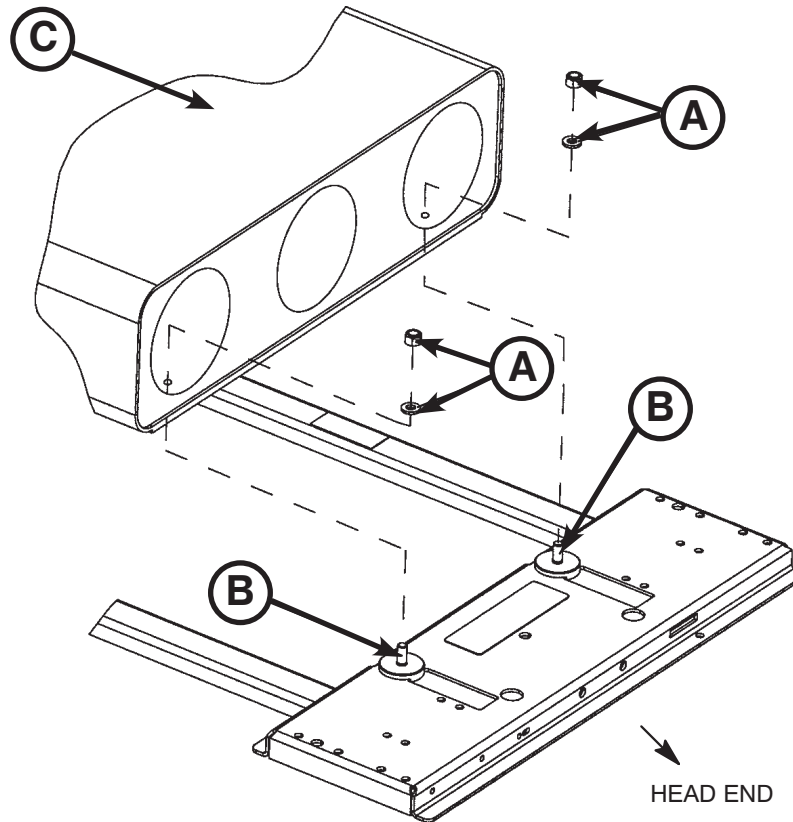

Figura 41: Airborne™ apilable
1. Con ayuda del trinquete de 1/2", retire las cuatro tuercas hexagonales de 5/16" y las arandelas (A) de los pernos de montaje (B) del adaptador, tal como se muestra en la figura 41.
2. Localice los orificios de montaje en la parte inferior del módulo de botella de oxígeno (C).
3. Instale el soporte de botella de oxígeno en los pernos de montaje del adaptador (B) con las aberturas de botella mirando hacia la sección superior retráctil. Verifique que los cuatro pernos de montaje estén correctamente asentados en los orificios de montaje del soporte de botella de oxígeno.
4. Con ayuda del trinquete de 1/2", coloque las cuatro tuercas hexagonales de 5/16" y las arandelas (A) que se quitaron en el primer paso y apriételas bien.